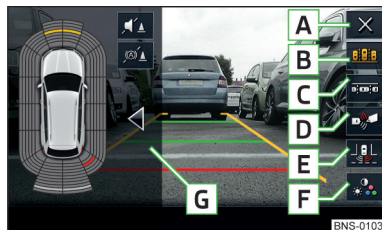

Fig. 279
Touches de fonction » fig. 279
- Tapez sur la surface fonctionnelle **C** » fig. 279 à la page 240.